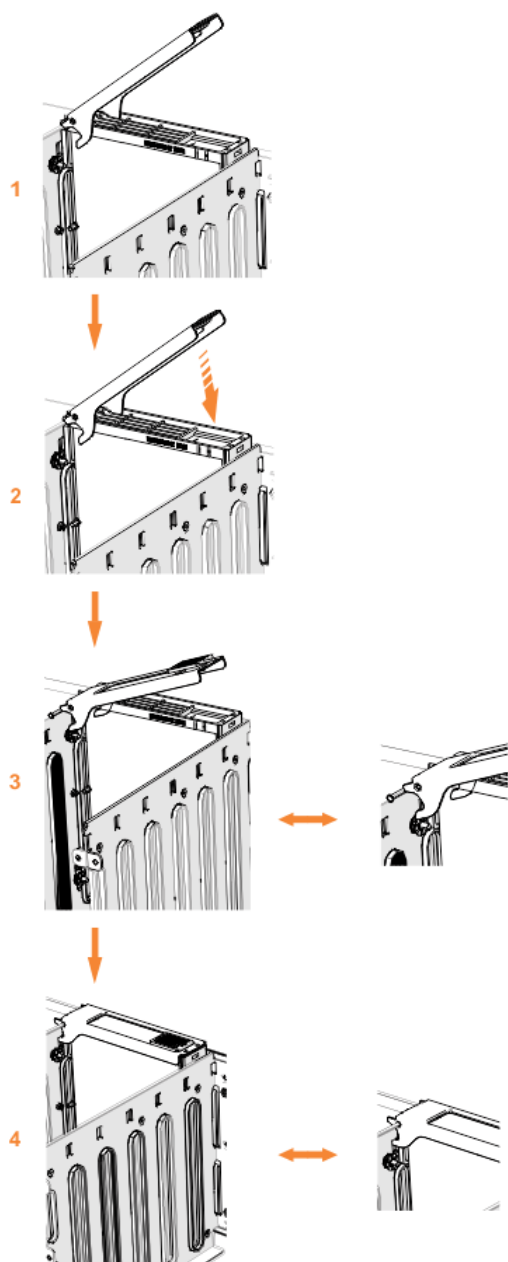

Figure 85. Remplacement de l'unité
5. Assurez-vous que la poignée de l'unité (1 dans la Figure 85, à la page 74) est en position ouverte (déverrouillée).
7. Poussez doucement l'unité jusqu'à ce qu'elle s'arrête et que le bas du loquet soit aligné avec le haut de la partition. Assurez-vous que la poignée n'est pas ouverte à plus de 45 degrés du support d'unité. (2 dans la Figure 85, à la page 74).
8. Tournez la poignée vers le bas pour verrouiller l'unité dans le châssis (3 dans la Figure 85, à la page 74).
10. Assurez-vous que l'extrémité supérieure du loquet est également complètement engagée (4 dans la Figure 85, à la page 74).